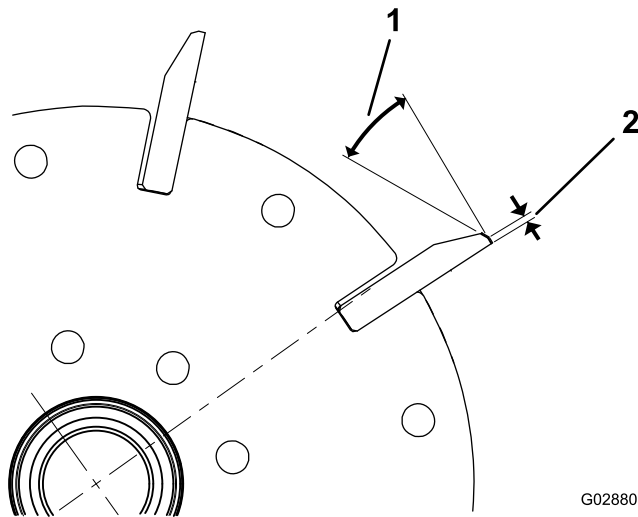
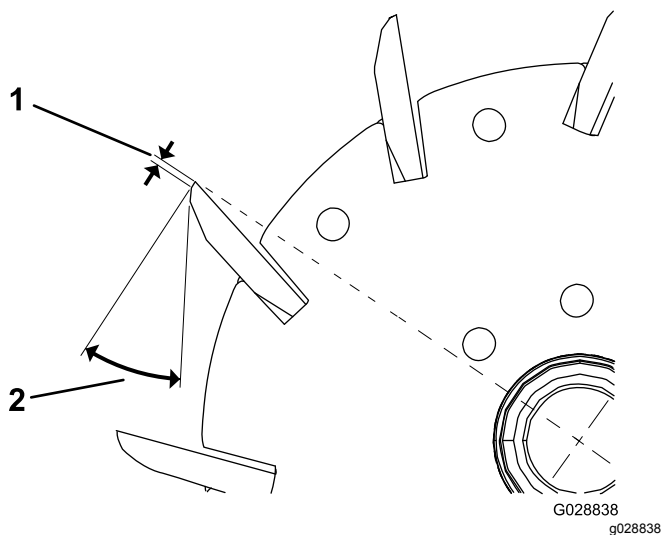

図 23
図 24
1. 全部のリール刃に  $30^\circ$ の角度で2番削りを行って、ランド部の幅を 1.3 mm にしてください 図 23と 図 24。